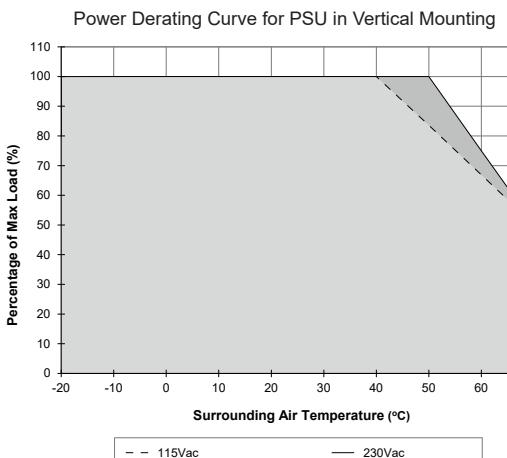

Figure 6
Derating (Leistungsherabsetzung)	Leistungsherabsetzung gemäß Abb. 6 > 40 °C (1,67 % / °C) @ 115 Vac > 50 °C (2,5 % / °C) @ 230 Vac
Betriebstemperaturbereich (Umgebungstemperatur)	-20 °C bis +70 °C (Leistungsherabsetzung gemäß Abb. 6)
5.4. Thermal behavior (Fig. 6)